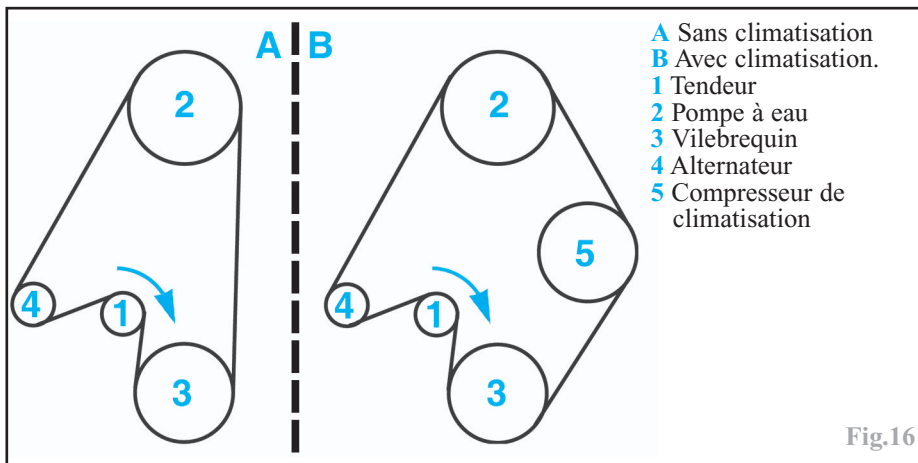

Fig.16
Tendre le dispositif de tension de courroie (1) d'accessoires dans le sens horaire (Fig.16).